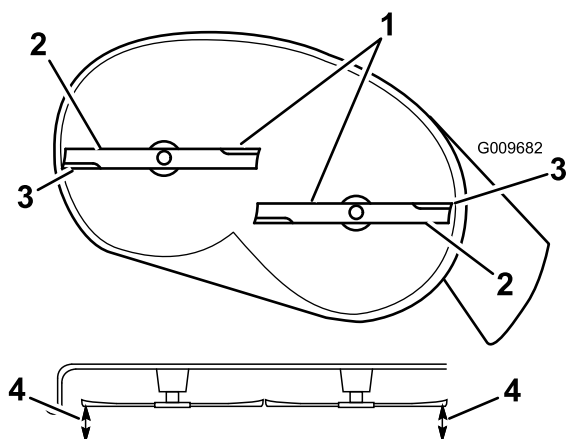
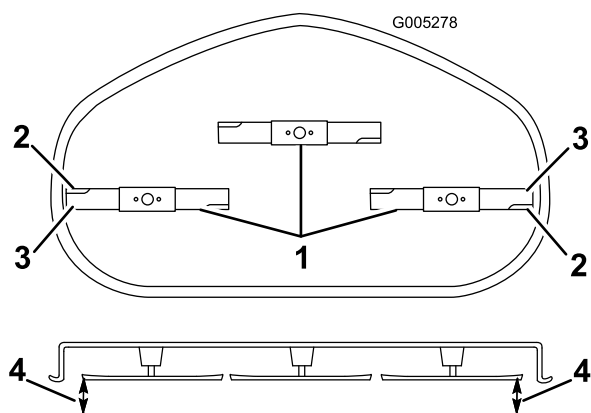

Figure 51
Figure 52
4. Faites pivoter la ou les lames avec précaution pour qu'elles soient toutes parallèles (Figure 51 et Figure 52).
5. Mesurez la distance entre les tranchants extérieurs et le sol plat (Figure 51).